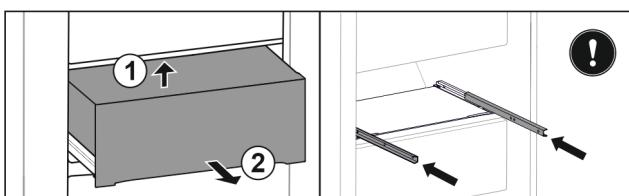

Fig. 99
- Nadvihnite zásuvku zospodu dozadu. Fig. 99 (1)
- Odoberte zásuvku dopredu. Fig. 99 (2)